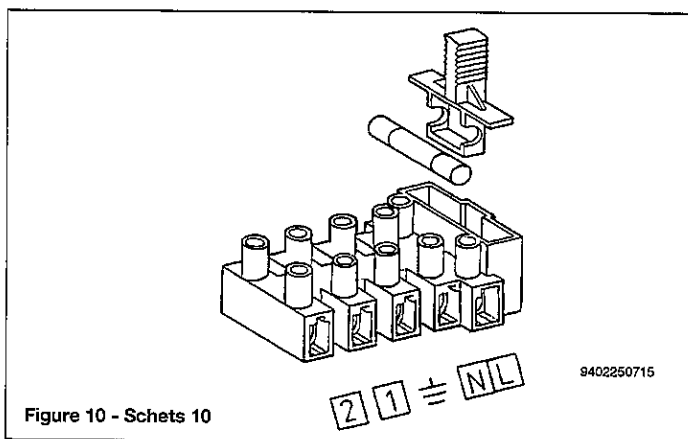

Figure 10 - Schets 10
- accéder au bornier d'alimentation (figure 10) comme indiqué au chapitre précédent;
- enlever le shunt présent sur les bornes (1) et (2);